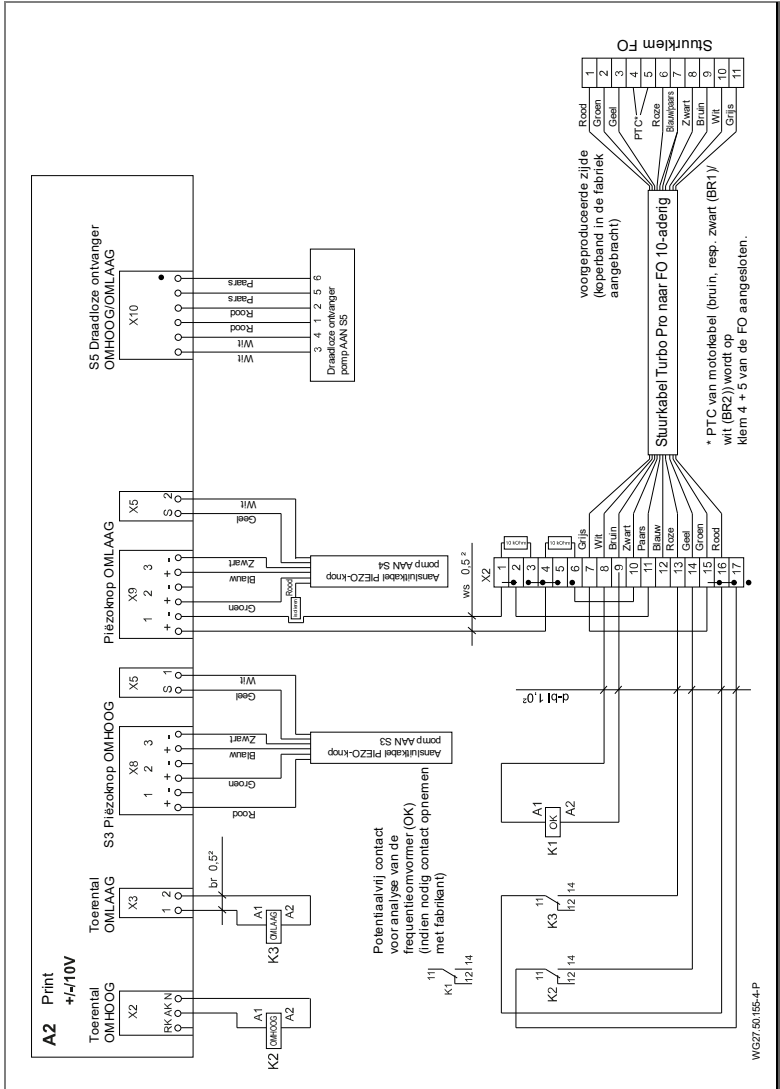

Afb. 18
14. De aders voor de PTC (bruin, resp. zwart (BR1)/wit (BR2)) moeten volgens het elektrisch schema worden bedraad. Zie "Afb. 18" op bladzijde 36.